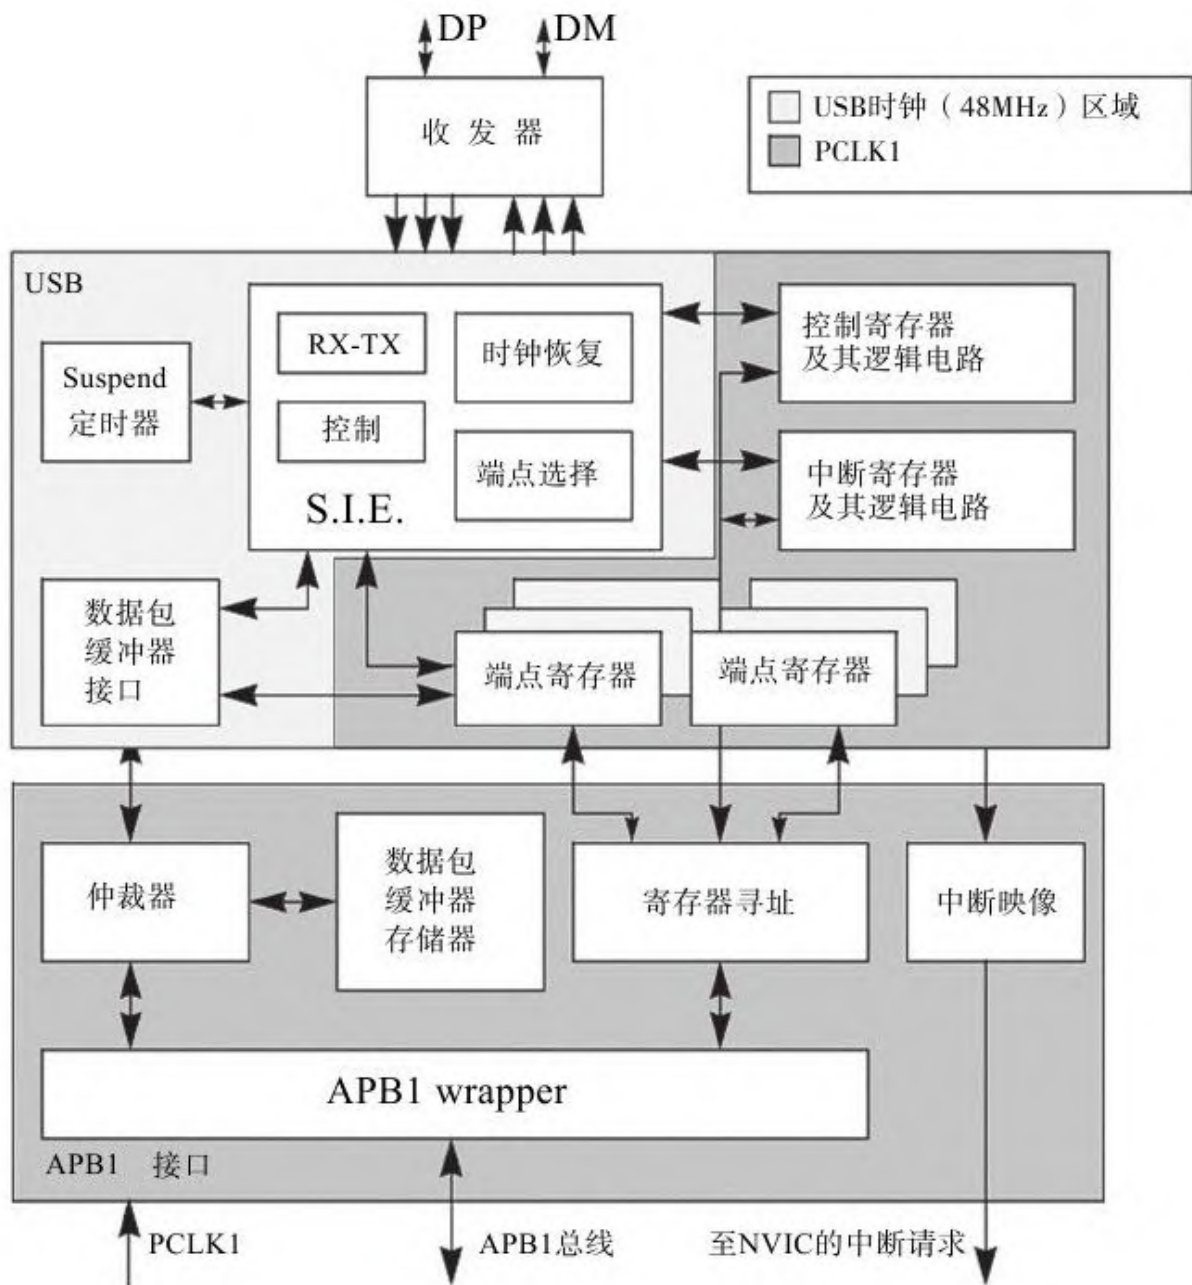

图 20-6 STM32 USB控制器结构
见图20-6，这是STM32F103系列的USB控制器的结构图。它主要具有如下结构。
注意：图20-6表示的USB模块分为两个区域。SIE部件、数据包缓冲器接口、Suspend定时器工作于USB 48 MHz的时钟下，它由PLLCLK经USB预分频器得到，其他部分的时钟则由PCLK1提供。
3) `usb_mem. c`, 本文件主要负责进行数据传输处理。它主要负责数据在用户区域(内存)或USB数据包缓冲区(参考图20-6)的互相转移。